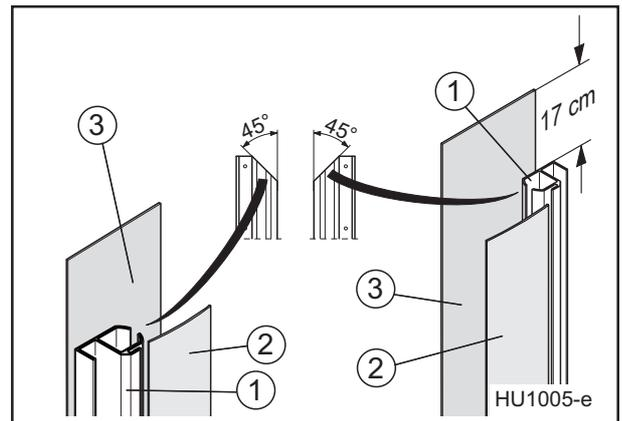

Abb. 2
Führungsschienen (1) auf das richtige Maß bringen (vom Boden bis zur Lagerkonsole \cdot 16 cm (15 cm Platzbedarf für den späteren Einführtrichter + 1 cm Toleranz). Dabei die oberen Enden der Führungsschienen anschrägen (45°) und mögliche Ecken rundlich feilen. Dichtlippen (2) (14 cm Breite, mit Wulst) in die dafür vorgesehene Nut am Profil einziehen. Die Wulst der Dichtlippen vorher mit Silikonspray einsprühen. Dichtlippe 17 cm länger als Profil ablängen. Die hinteren Dichtlippen (3) (20 cm Breite, ohne Wulst) werden zusammen mit den Führungsschienen am Baukörper montiert. Zur besseren Handhabung Dichtlippen am Baukörper vorfixieren. Dabei reicht die Dichtlippe bis an die Lagerkonsole – die seitliche Führungsschiene hört 15 cm tiefer auf; die vorderen Dichtlippen überragen die Führungsschiene um das Maß des vorderen Teils des Einführtrichters (17 cm) (Abb. 2).